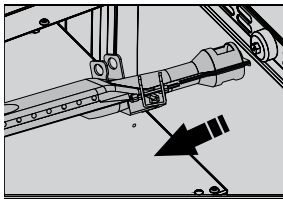

Figura 64.
- Desensamble los tornillos que fijan el quemador con un destornillador adecuado y retire el quemador (Ver figura 64).